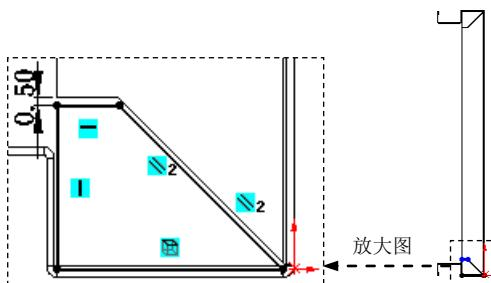

图 17.6.27 横断面草图
(5) 编辑边线—法兰 13 的草图。在设计树中的 边线—法兰 13 上右击，在系统弹出的快捷菜单中单击 命令，系统进入草图环境。绘制图 17.6.27 所示的横断面草图。退出草图环境，此时系统完成边线—法兰 13 的创建。